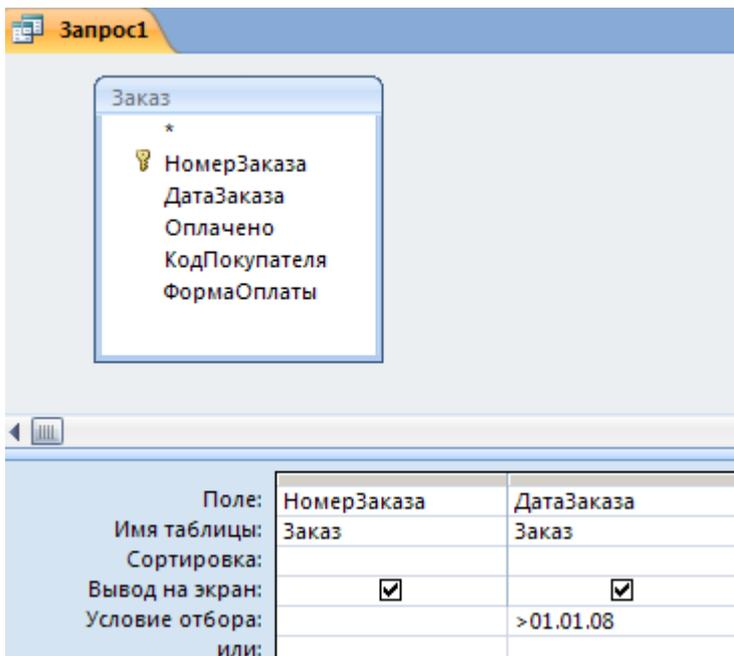

Рис.4. Ввод критериев отбора записей базы данных
5. Введите условие отбора записей как показано на рис.4.